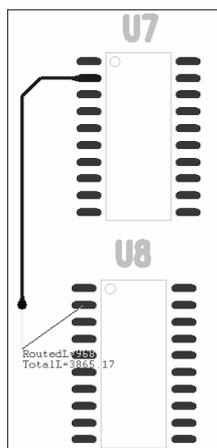

图 11-13 添加过孔
(6) 按住<Shift>键,然后单击鼠标左键增加过孔,如图 11-13 所示。